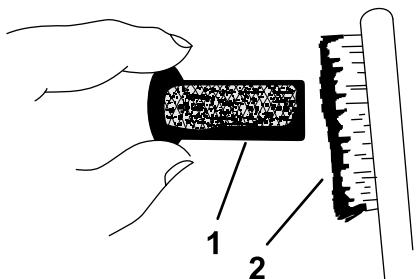

Figura 46
9. Utilice un cepillo para eliminar con cuidado los depósitos de hollín de la rejilla del parachispas (Figura 46).